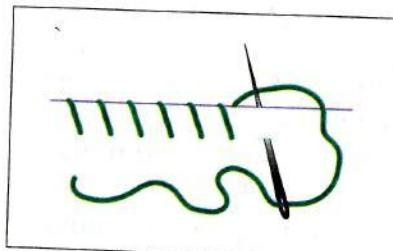

Рис. 55. Обметка среза ткани
4. Обметай срезы ткани швейной ниткой, чтобы нити ткани не осипались (рис. 55).